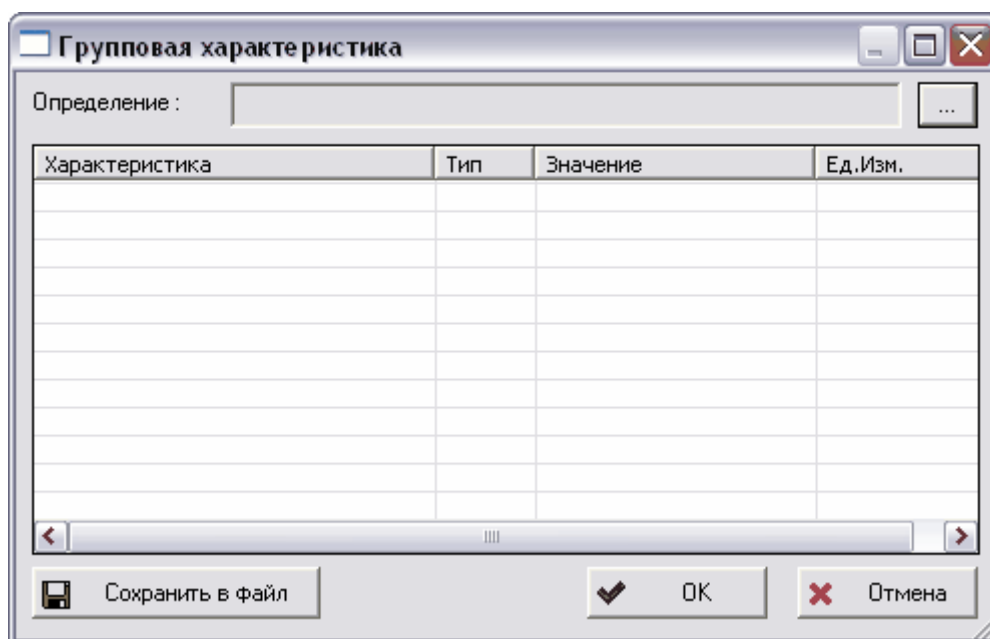

Рис. 165
1. В контекстном меню объекта выберите пункт **Создать → Присоединить группу характеристик...**. После этого появится окно **Групповая характеристика** (Рис. 165).